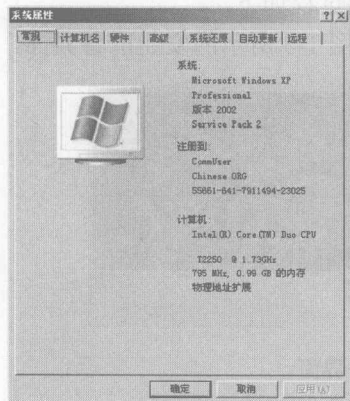

图 1-1 【系统属性】对话框
- (1) 首先在桌面【我的电脑】图标上右击, 在弹出的快捷菜单中选择【属性】命令, 弹出如图 1-1 所示的【系统属性】对话框。